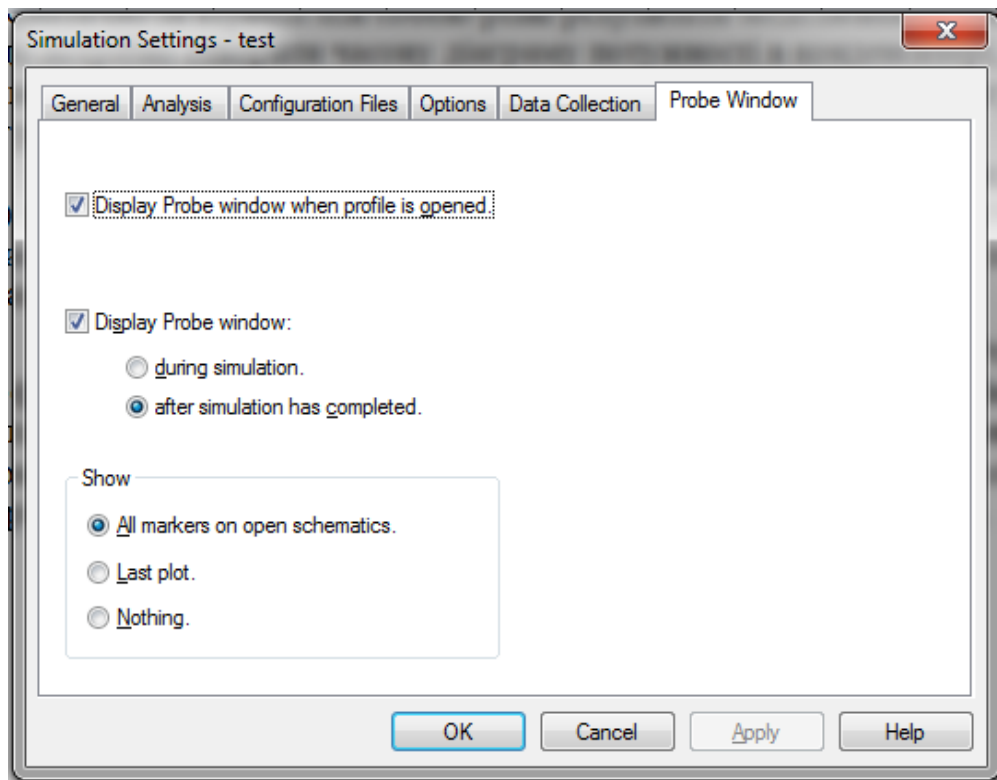

Рисунок 4.7 – Вікно *Simulation Settings* у вкладці налаштування *Probe*
9. Потрібно натиснути на кнопку  *Edit Simulation Profile* («Редагувати профіль моделювання») і в закладці *Probe Window* («Вікно *Probe*») потрібно поставити відмітку на меню *Display Probe window when profile is opened* («Показати вікно *Probe*, коли профіль моделювання відкритий»). Ручне увімкнення *Probe* не потрібне, оскільки в *OrCAD Capture* вмикається автоматично (рис. 4.7).